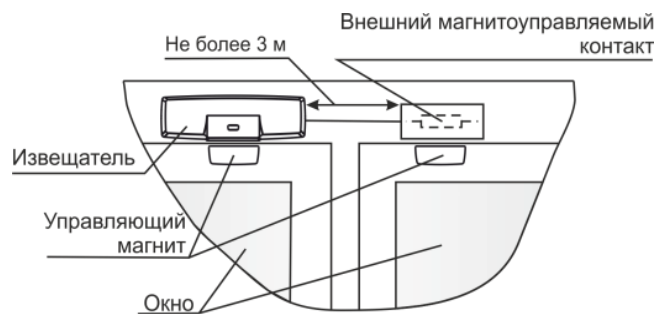

Рисунок 4
8.1.3 Вариант размещения извещателя на окне (рисунок 4)
- 4) Для контроля **встроенного и внешних** магнитоуправляемых контактов (рисунок 4) установить переключку на вилку **Ext**.